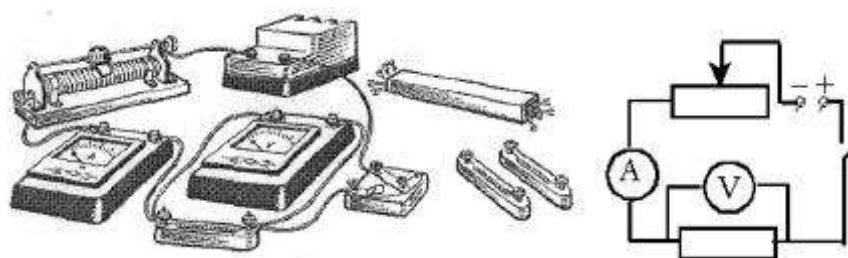

Рисунок 10. Схема экспериментальной установки
1. Для выполнения работы соберите электрическую цепь из источника тока, амперметра, реостата, проволочного резистора сопротивлением 2 Ом и ключа. Параллельно проволочному резистору присоедините вольтметр (см. Рисунок 10).